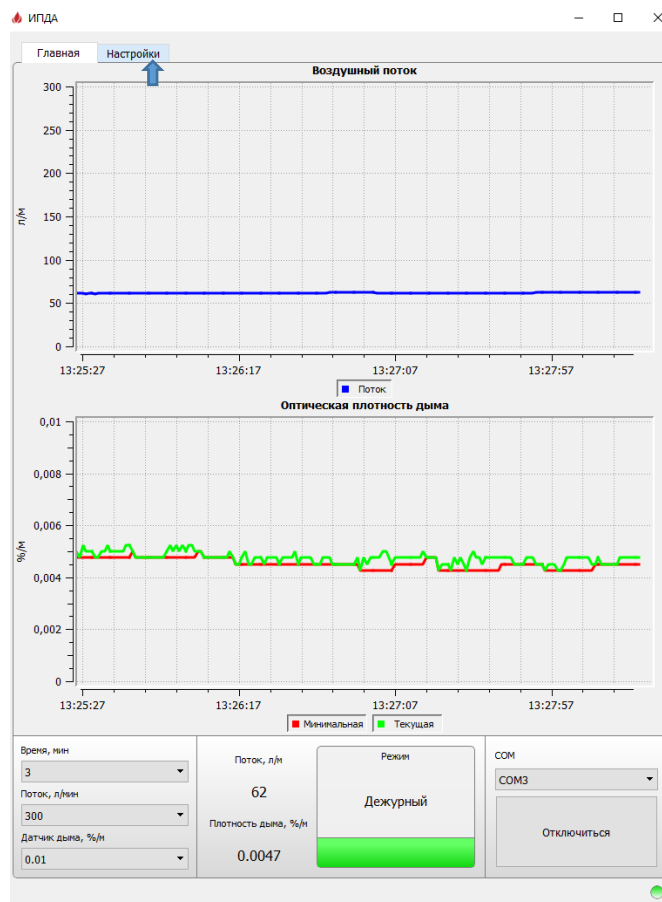
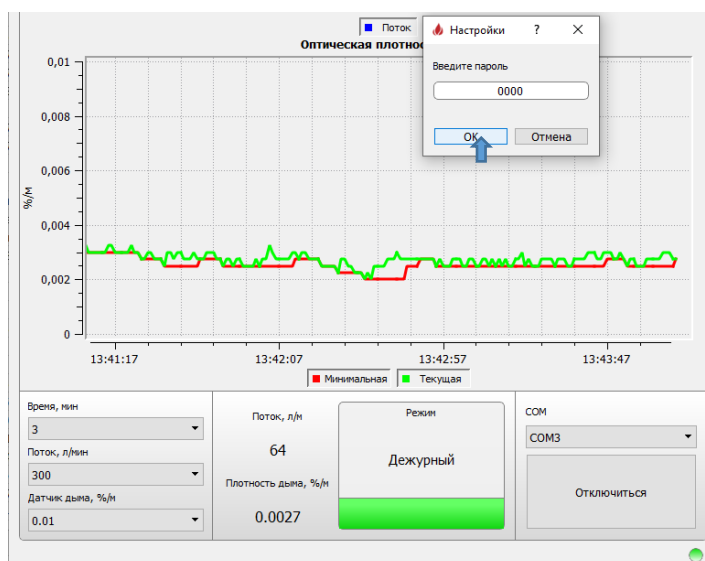
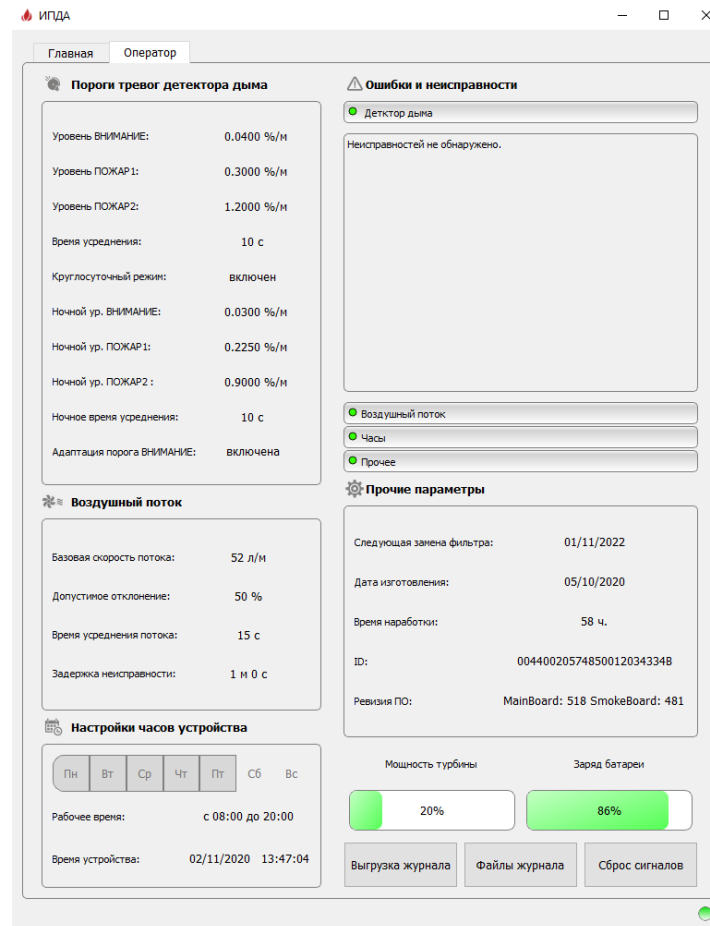

Рис. 10. Главное окно программы NewIPDA
Рис. 11. Ввод пароля «ОПЕРАТОР»
Рис. 12. Окно программы NewIPDA «Оператор»
4.9 При подключении извещателя к компьютеру и запуске программы NewIPDA загружается главная закладка, на которой отображаются в графическом и в цифровом виде текущие уровни удельной оптической плотности и воздушного потока (рис. 10).
Для просмотра запрограммированных параметров извещателя необходимо активировать закладку «Настройки» (рис. 10), ввести в окно пароль оператора «0000» (рис. 11) и открыть закладку «Оператор» (рис. 12).